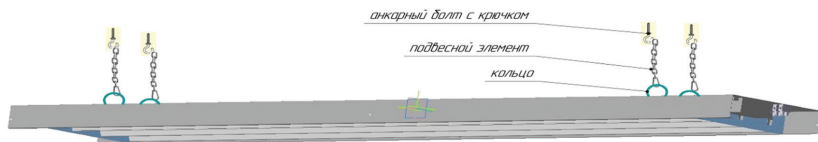

Рисунок 4. Схема подвеса электрообогревателя.
- подключить питающий кабель согласно схеме и маркировки, согласно рис. 4, 5.